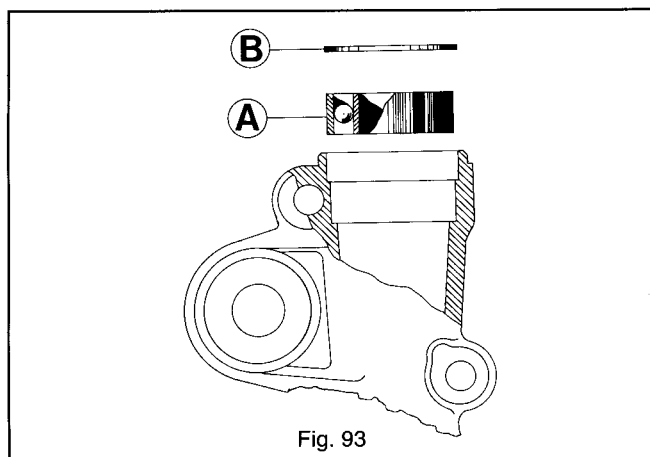

Fig. 93
**Fig. 93 - Cuscinetto a sfere e anello di tenuta sul mozzetto:** scaldare con il fornello 19.1.20017 la zona di alloggiamento e montare, con l'ausilio di uno spezzone di tubo di  $\varnothing$  esterno mm. 46, il cuscinetto a sfere «A», con le pinze T. 0022465, l'anello elastico «B».